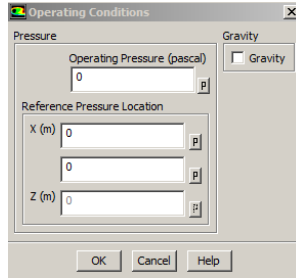

Рис. 35 – Изменение настроек ссылочного давления
**Шаг 5.** Переход к настройке ссылочных параметров осуществляется нажатием кнопки *Operating Conditions*. В открывшемся меню необходимо ввести нулевое значение ссылочного давления (рис. 35).